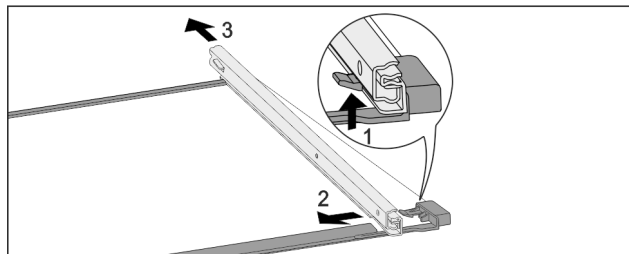

Fig. 200 Üveglap sínekkel
- ▶ Nyomja felfelé az elülső akasztókampót. Fig. 200 (1)
- ▶ Tolja ki oldalra Fig. 200 (2) és hátra Fig. 200 (3) a kihúzó-sínt.